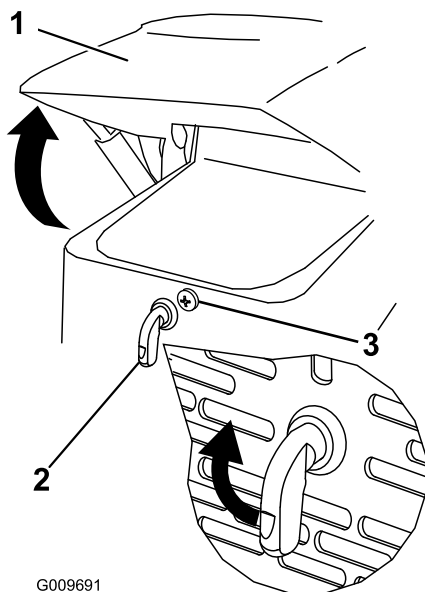

Figure 21
1. Desserrez la vis de verrouillage du capot (Figure 21)
3. Serrez la vis de verrouillage du capot pour fixer le verrou (Figure 21).
2. Tournez le verrou du capot dans le sens horaire (Figure 21).
3. Soulevez le capot (Figure 21).